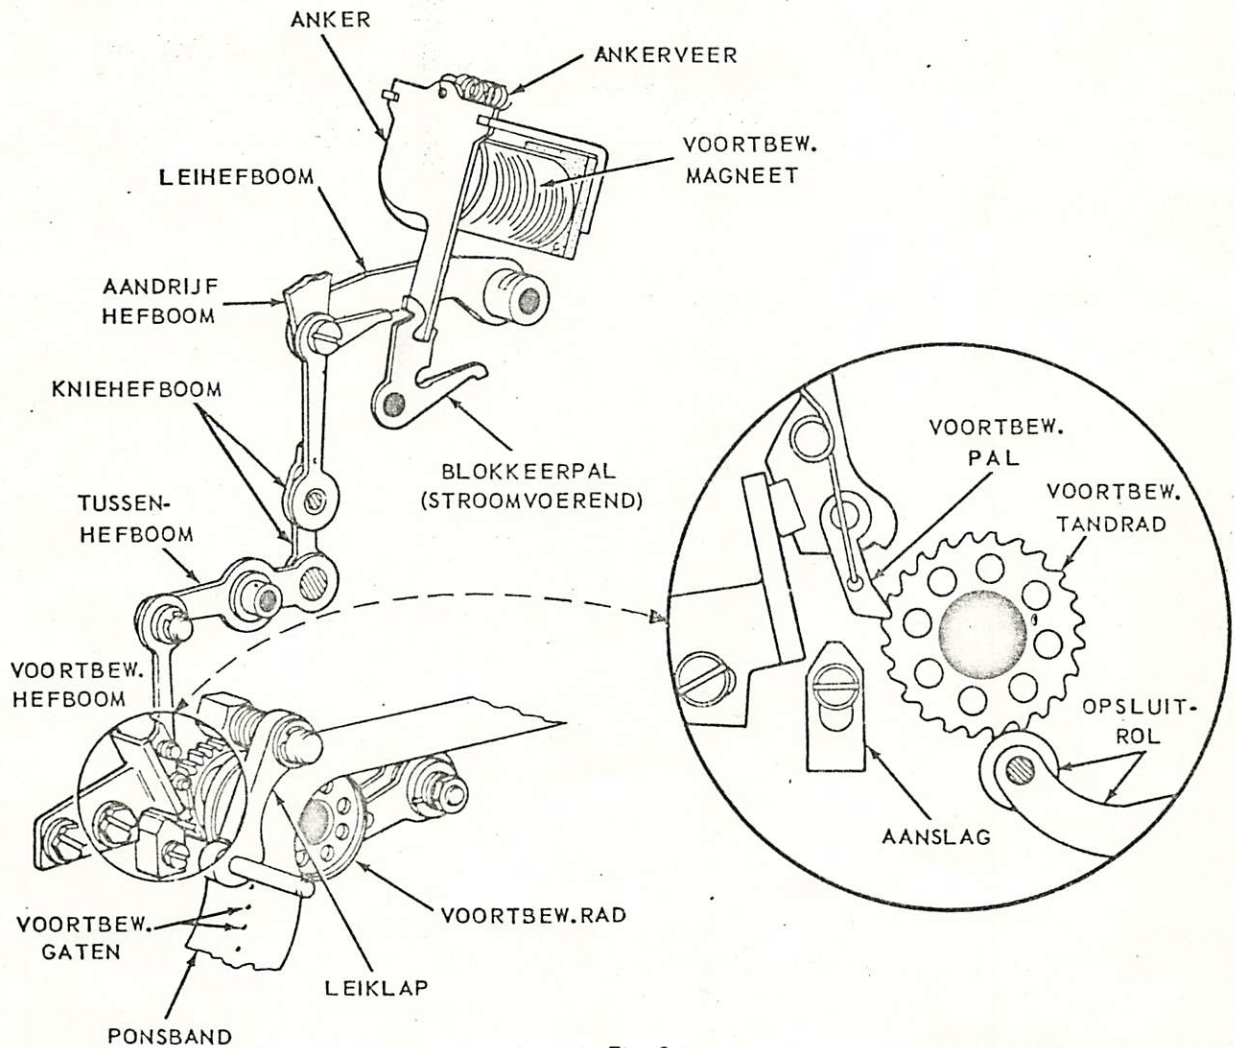

Fig. 3
- Fig. 3 Voortbeweging van de ponsband